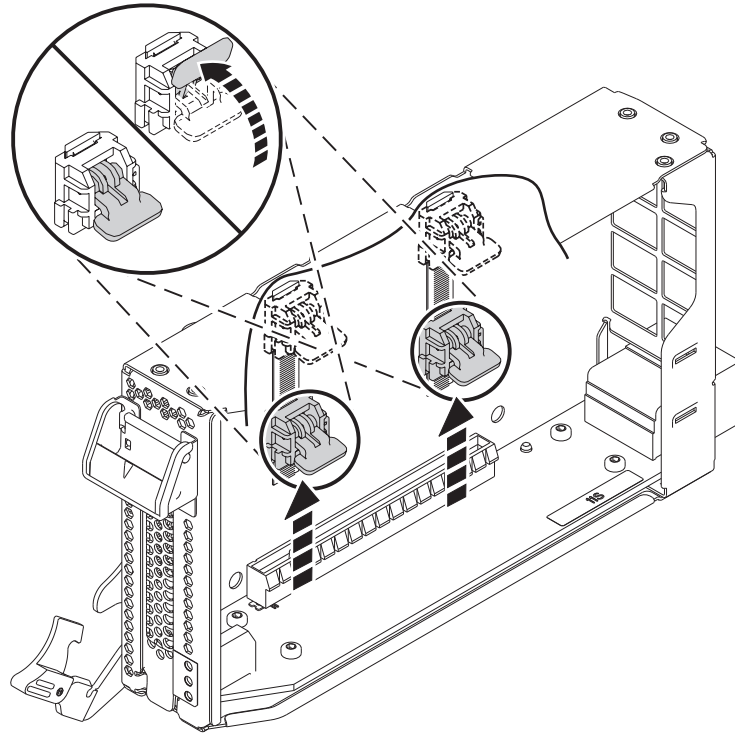

Figura 4. Desbloqueo de las ruedas de la casete
- a. Desbloquee las ruedas dentadas del casete haciéndolas girar, tal como se muestra en la Figura 4 en la página 5.
- b. Presione las ruedas de la casete hacia el borde superior de la casete, como se muestra en la Figura 4 en la página 5.